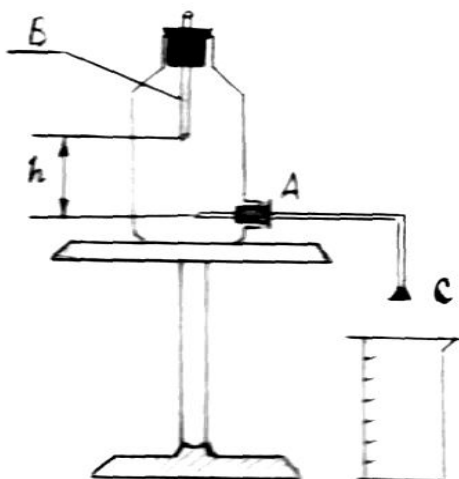

Рис. 2.
Установка, для измерения вязкости воды изображена на рис. 2. Вода заполняет сосуд Мариотта и вытекает через калиброванную капиллярную трубку, укрепленную в нижней части его боковой стенки. Сосуд Мариотта позволяет, поддерживая постоянным перепад давления $P_1 - P_2$ на концах капилляра.
2. Вставьте капиллярную трубку в боковое отверстие A сосуда Мариотта, уплотнив соединения резиновой пробкой (рис.2). Закройте капиллярную трубку резиновой пробкой C . Налейте дистиллированную воду и плотно закройте горловину пробкой со вставленной в нее трубкой B .
5. Замерьте по секундомеру время Δt , в течение которого мензурка будет заполнена до объема 50-60 см³. Разность давлений на концах капилляра будет $\Delta P = P_1 - P_2 = \rho g h_0$. В первом измерении $\Delta h = 3$ см. Измерьте расход воды при 4-5 значениях Δh , вплоть до максимального, определяя каждый раз Δh с помощью штангенциркуля ($\Delta h = h - h_0$). Вычислите для каждого значения Δh вязкость воды по формуле (2).
6. Проверьте при помощи формулы (3), что в каждой из опытов в капилляре устанавливалось ламинарное течение. По формуле (4) оцените длину участка капилляра, на которой устанавливается ламинарное течение. Для оценки числа Re и a можно предварительно принять, что вязкость воды $\eta = 0,01$ П (пуаза).